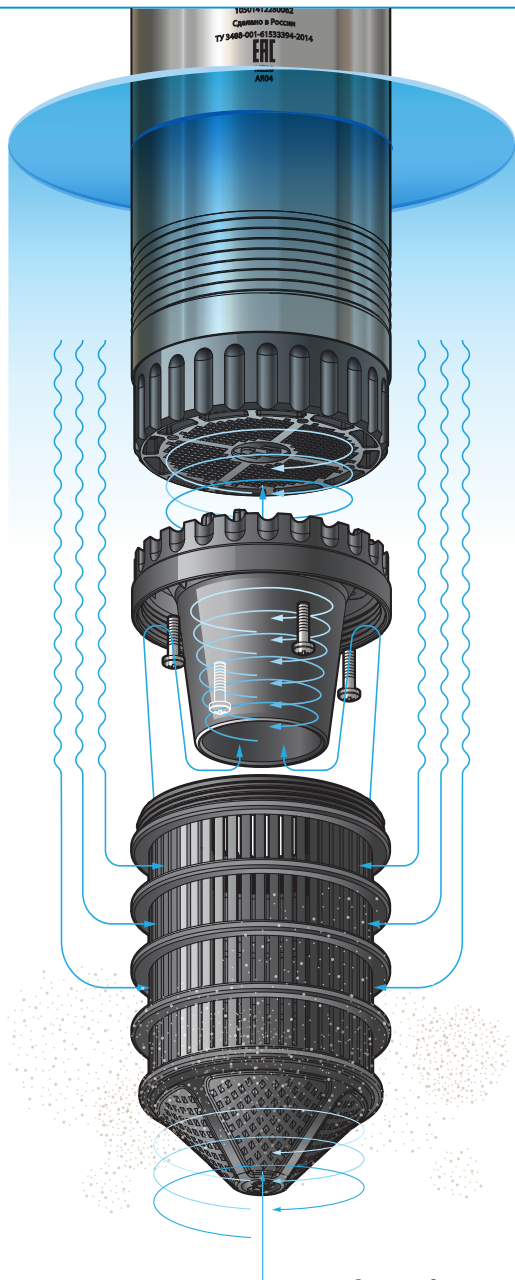

Рисунок 2.
- в нижней части насоса расположена водозаборная часть, состоящая из крышки и съемного сетчатого водозаборного фильтра (рисунок 2). Съемный водозаборный фильтр позволяет обеспечить двойную степень защиты насоса, предотвращая всасывание грязи